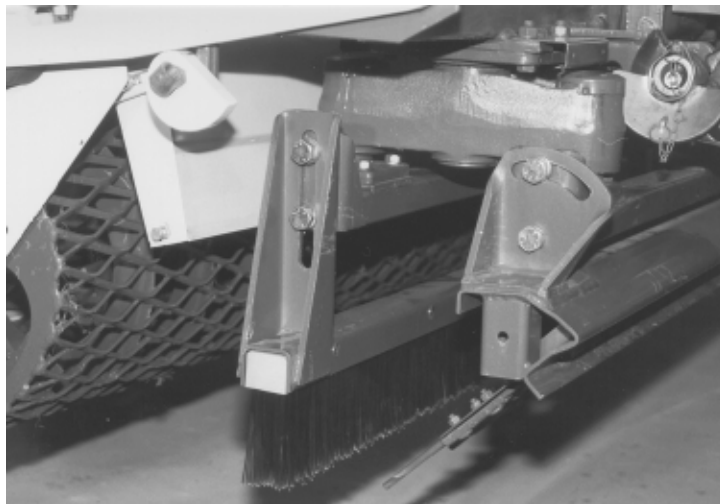

Bild 37
- a bort de två låsskruvarna på båda sidor av borstarmen (bild 37).